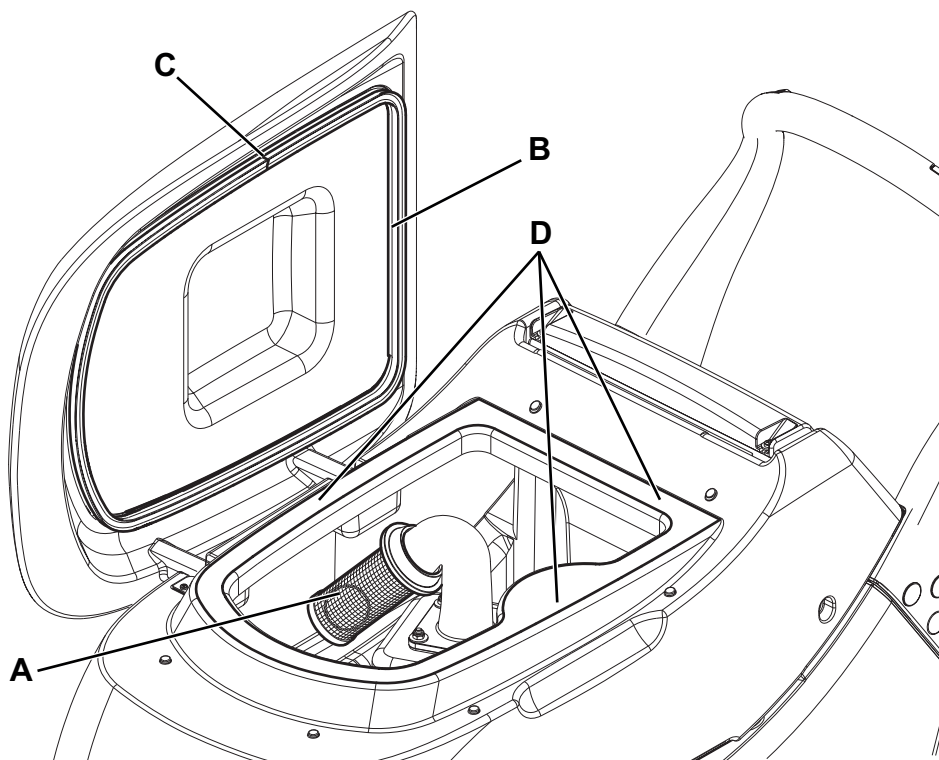

Figure 8
2. Contrôler que les interrupteurs (41 e 42) sont en position « 0 » et débrancher le connecteur de la batterie (8).
3. Vider l'eau des réservoirs (15 et 16) à l'aide du tuyau de vidange (11) et du tuyau (12).
4. Ouvrir le couvercle (17), nettoyer et laver à l'eau propre le couvercle, les réservoirs et la grille d'aspiration (30).
5. Si besoin est, dégager la grille (A, Fig. 8), puis la nettoyer avec soin et installer à nouveau.
6. Contrôler l'intégrité du joint d'étanchéité (B) du couvercle du réservoir de l'eau de récupération.